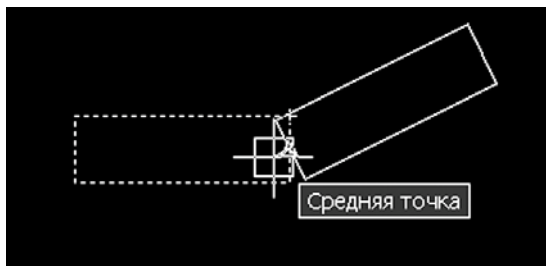

Рис. 4.11. Выбор базовой точки при вращении объекта
3. Когда объекты будут выбраны, в командной строке появится запрос: «Задайте базовую точку». Необходимо задать координаты базовой точки. В данном случае базовая точка — это центр циферблата, относительно которого будет вращаться «стрелка» с расположенными на конце объектами (рис. 4.11).